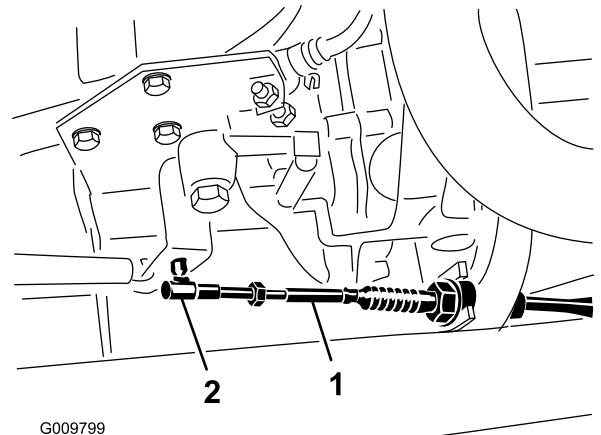
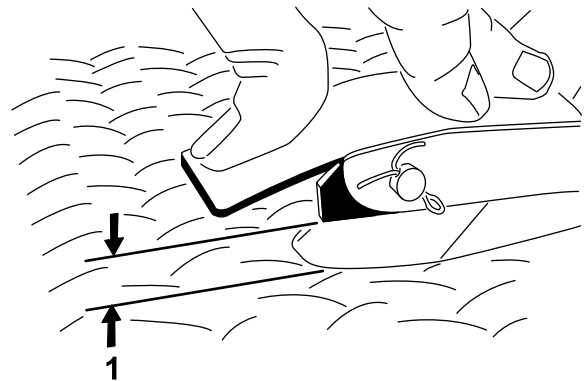

図 71
図 72
2. ペダル中央部を 11.3 kg の力で踏んだときに、ペダルと床のすきまが 2.54~6.35 mm となるようにアクセル・ケーブル（図 71）のボール・ジョイントを調整する（図 72）。ロックナットを締めつける。